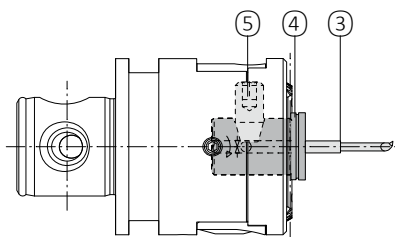

Fig. 1
**Outils d'alésage réglables en longueur (Fig. 1)**